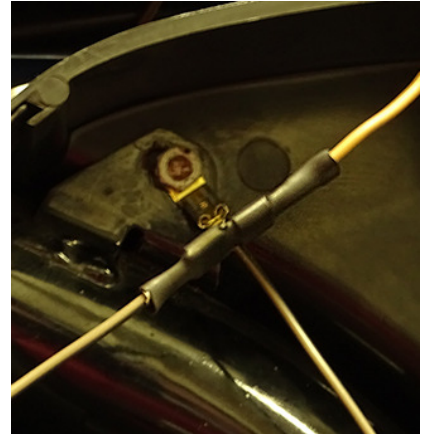

Bild 2
10. Verbinden Sie das braune Kabel vom Bremslichtkontakt mittels beiliegendem Flachsteckverbinder mit einem der Kabel des Bremslichtschalters. Schieben Sie zuvor den Schrumpfschlauch auf das Kabel und schrumpfen diesen dann auf die Verbindungsstelle auf (Bild 2).
11. Befestigen Sie die beiliegende Kontaktfahne an der Masseschraube M6 im Gehäusemittelteil links. Das übrige Kabel schwarz-braun des Bremslichtschalters stecken Sie dort auf (Bild 2).